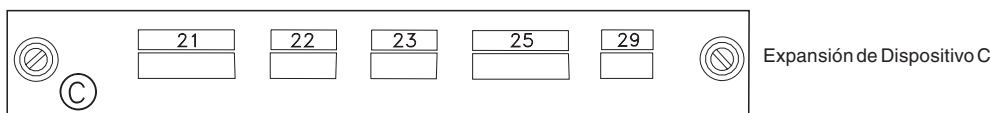

Figura 136. Expansión de Dispositivo C
1. En la Figura 136 marque con una X el zócalo en el que los cables del dispositivo se conectan a la Expansión de Dispositivo C: